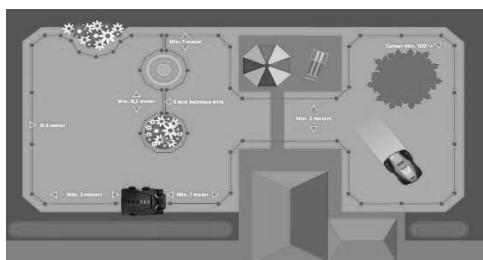

Figura 1
- No haga rincones perpendiculares (90º). Los rincones deben tener el mínimo 100º (figura 1 – p. 61);
Coloca la estación de carga como se muestra en el esbozo (figura 1) e inserte la primera espiga.